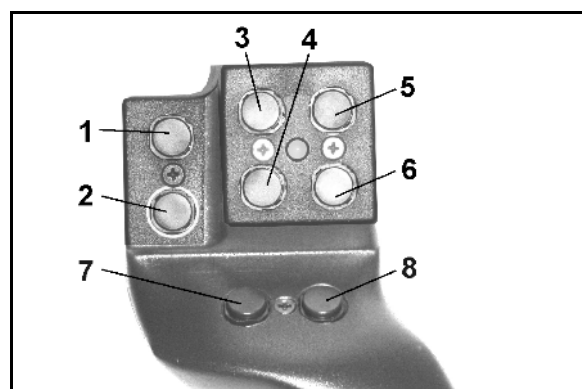

Fig. 60
Para manejar el AMATRON 3 el mando multifuncional (Fig. 60) tiene 8 teclas (1 - 8) disponibles. Además, mediante el interruptor (Fig. 61/2) la ocupación de las teclas se puede cambiar en 3 sentidos.
-  Posición central (Fig. 60/A) y se puede accionar hacia
-  arriba (Fig. 60/B) o
-  abajo (Fig. 60/C)
La posición del interruptor se muestra mediante una luz LED (Fig. 60/1).